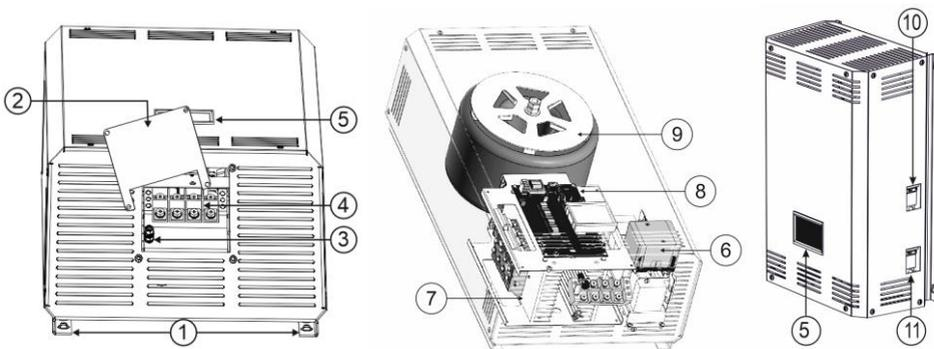

Рисунок 1. Общий вид стабилизатора и его функциональных блоков:
Стабилизатор выполнен в металлическом корпусе, окрашенном порошковой эмалью (см. рис. 1). Проушины для вертикальной установки (1) и съёмная металлическая крышка (2), прикрывающая колодку подключения нагрузки (4). Рядом с колодкой подключения нагрузки (4) находится клемма заземления (3).